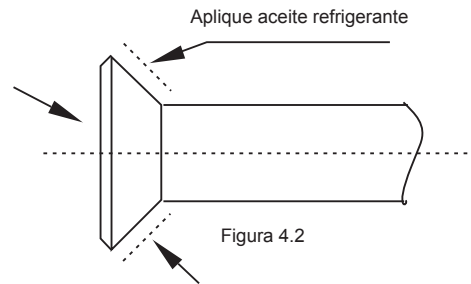

Figura 4.2
- Antes de instalar el tapón del casquillo en el casquillo de la tubería, aplique un poco de aceite refrigerante en el casquillo (tanto por dentro como por fuera) y, a continuación, gírelo tres o cuatro veces antes de apretar el tapón. Véase Figura 4.2.